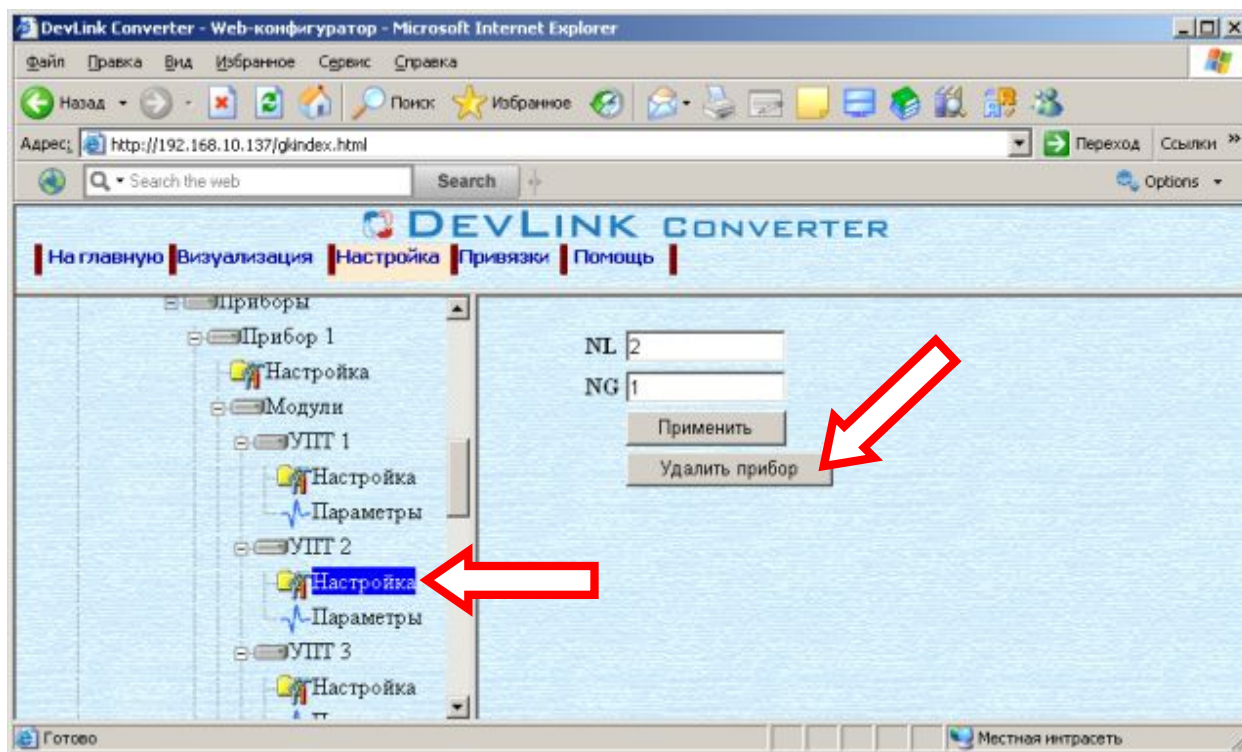

Рисунок 3.7 – Удаление модуля
- Выберите в дереве объектов *папку «Настройка»* модуля нужного прибора драйвера (рисунок 3.7).